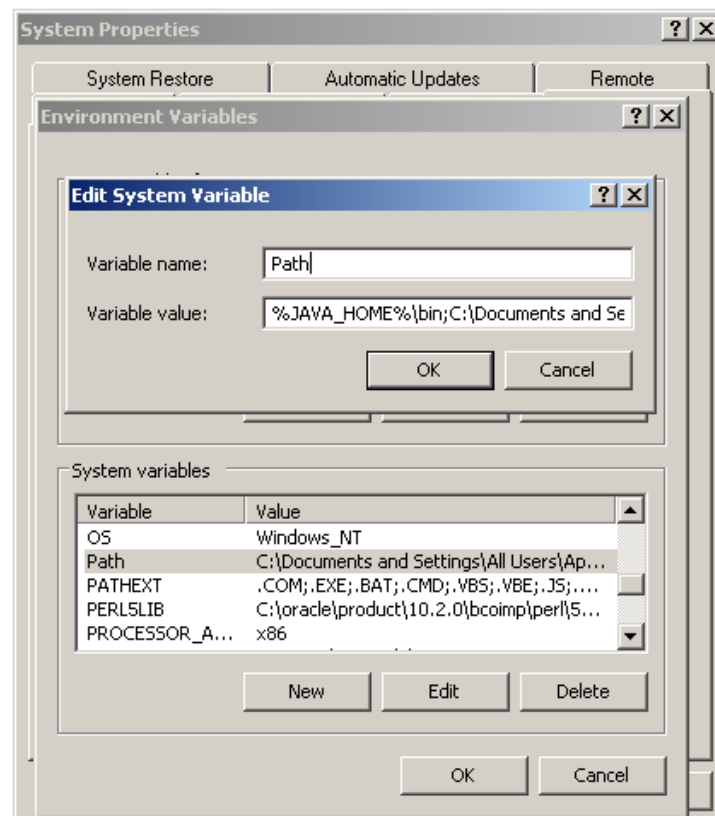

Figura 34 Configuração da variável "Path"
- Path: informe %JAVA_HOME%\bin conforme a figura 34